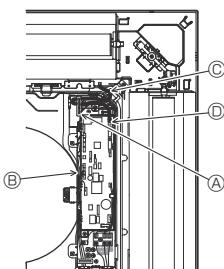

Fig. 6-8
6.4.4. Raccordement des câbles (Fig. 6-8)